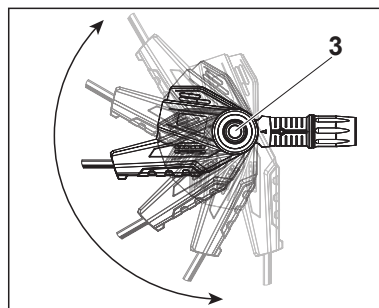

Fig. 10
2. Le bouton [3] doit ensuite revenir dans sa position de départ (fig. 10).